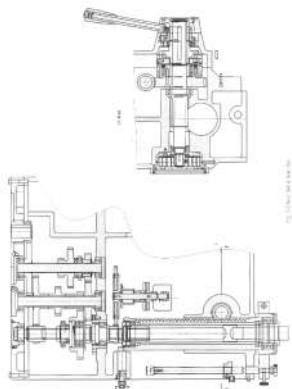

Рисунок 11
11.2 Чертеж бабки и редуктора (рис. 11)